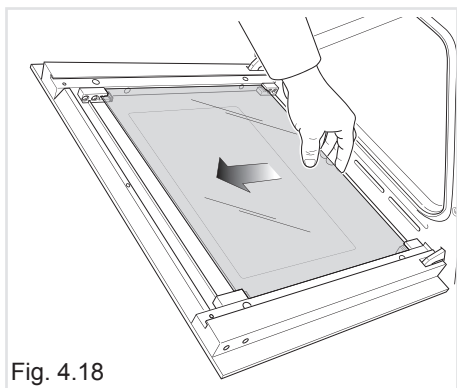

Fig. 4.18
- Sganciare il vetro intermedio dai morsetti inferiori spingendolo nel senso della freccia (fig. 4.18).